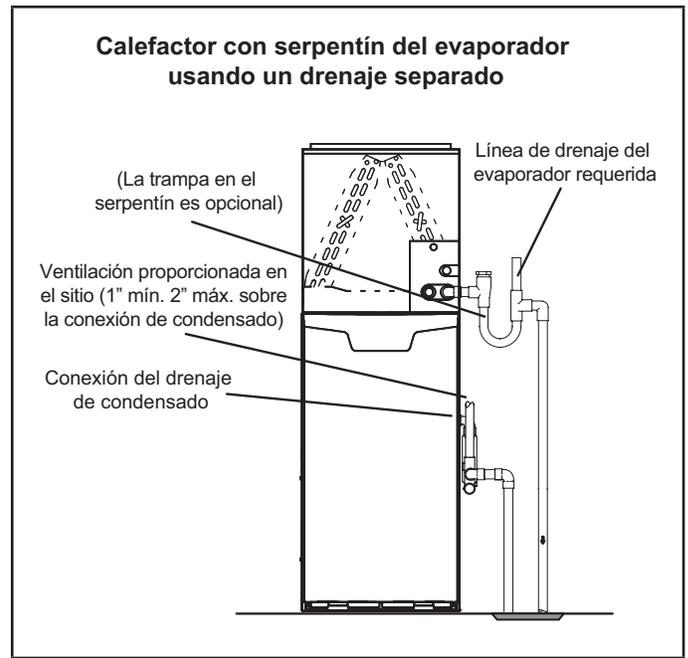
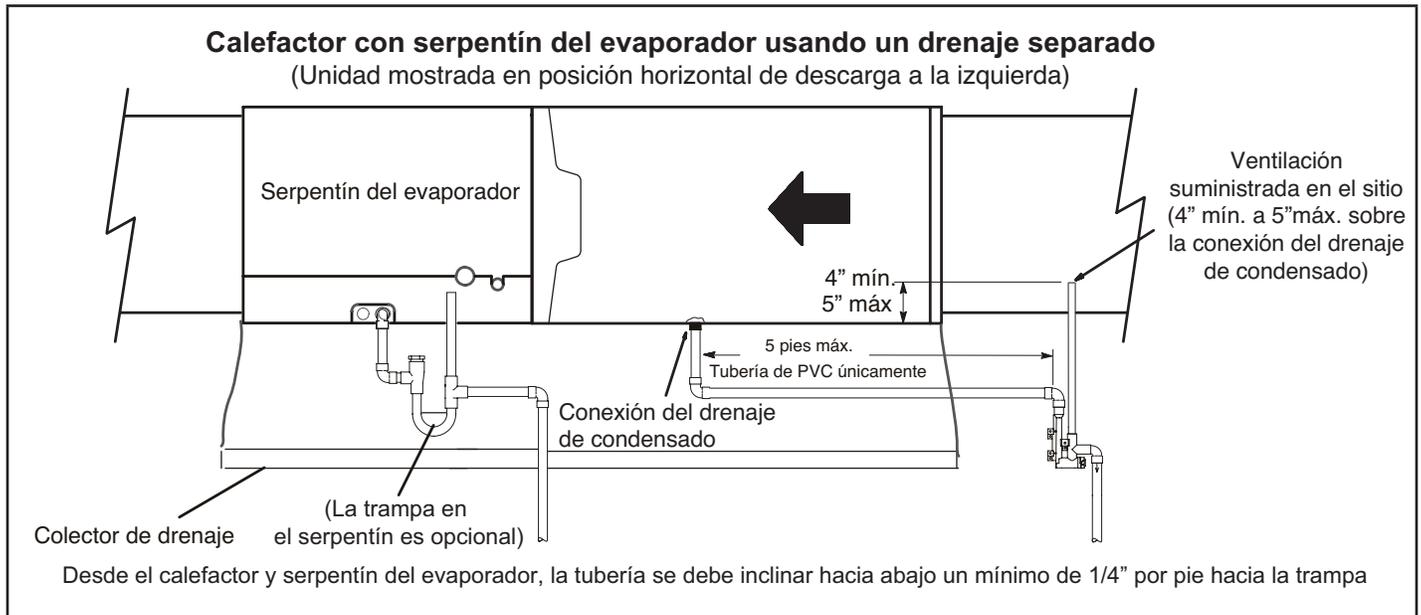
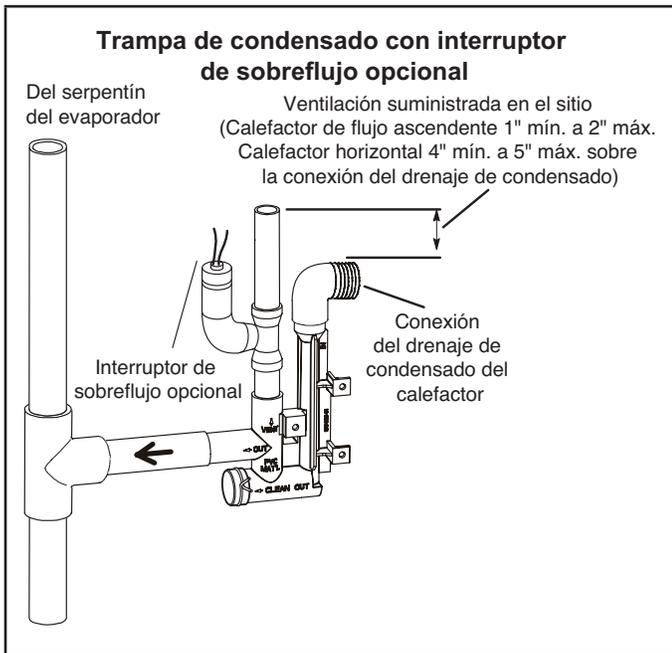
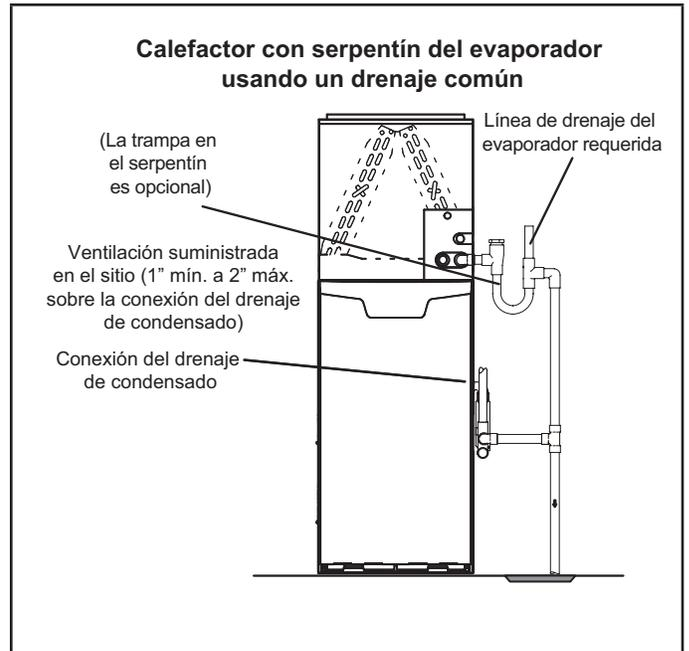

Figura 48
Figura 49
Figura 50
Figura 51
- 5 - La Figura 48 y la Figura 49 muestran el calefactor y el serpentín del evaporador usando un drenaje separado. Si es necesario, la línea de condensado del calefactor y del serpentín del evaporador se pueden drenar juntas. Ver la Figura 50, Figura 51 y Figura 52. **Calefactor de flujo ascendente** (Figura 51) - En aplicaciones del calefactor de flujo ascendente, la ventilación proporcionada en el sitio debe ser de un largo mínimo de 1" hasta un largo máximo de 2" arriba de la conexión de la salida de drenaje de condensado. Cualquier largo de más de 2" puede inundar el intercambiador de calor si la línea de drenaje primario combinada tuviese una restricción. **Calefactor horizontal** (Figura 52) - En aplicaciones del calefactor horizontal, la ventilación proporcionada en el sitio debe ser de un largo mínimo de 4" hasta un largo máximo de 5" arriba de la conexión de la salida de drenaje de condensado. Cualquier largo de más de 5" puede inundar el intercambiador de calor si la línea de drenaje primario combinada tuviese una restricción.